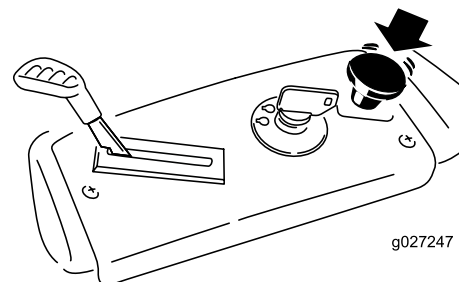

Bild 12
1. Stellen Sie den Zapfwellenantriebsschalter in die AUS-Stellung, um die Messer auszukuppeln (Bild 12).